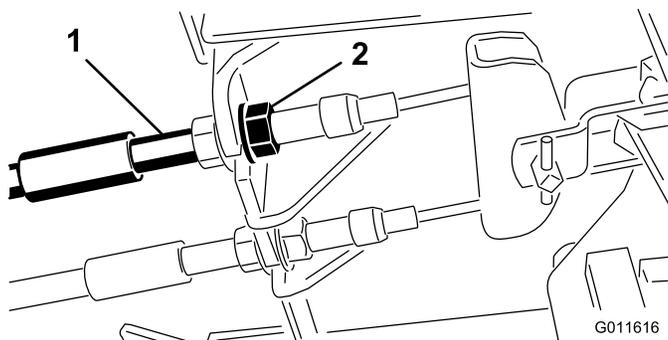

Bild 35
1. Ziehen Sie zum Reduzieren des Spiels der Bremspedale die Bremsen fester – lockern Sie dazu die vordere Mutter am Gewindeende des Bremszugs (Bild 35).